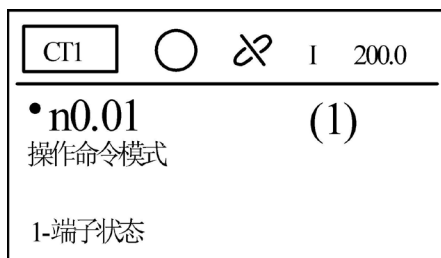

图 4-11
5. 按  按键，确认选择的“操作命令模式”，此处确认“1- 端子状态”如图 4-11